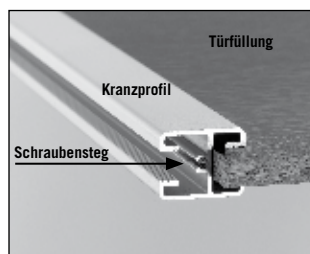

Bild 2 ▲
**1:** Sie haben alle Gleittüren der Türanlage zusammen gebaut. Wichtig: Der Schraubensteg des Kranzprofils zeigt nach oben (Bild 2).